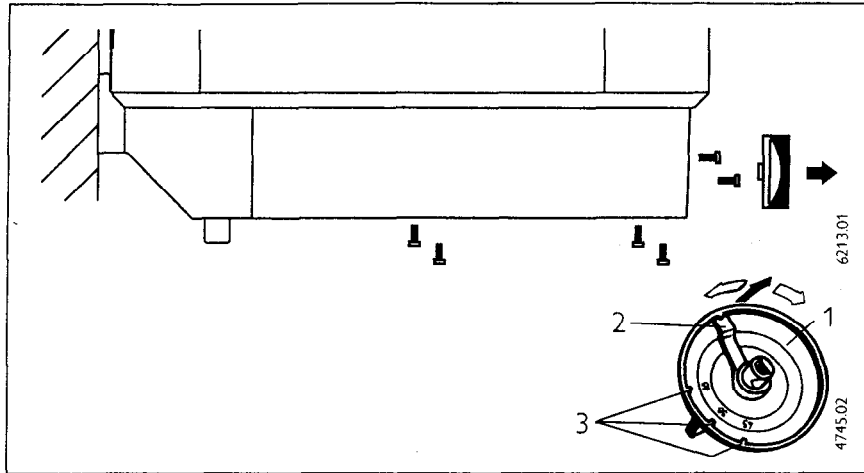

Abb. 12/ Fig. 12/ Afb. 12
kappe abnehmen, siehe Abb. 12.
Temperaturwahl-Begrenzung, Abb. 12
- Pull off/remove the temperature, selection dial, unscrew the screws, see Fig. 12.
Limiting the temperature range, Fig. 12
- Retirer le bouton de réglage, dévisser les vis de fixation, retirer le capot inférieur, voir fig. 12.
Limitation de la sélection de température, fig. 12.